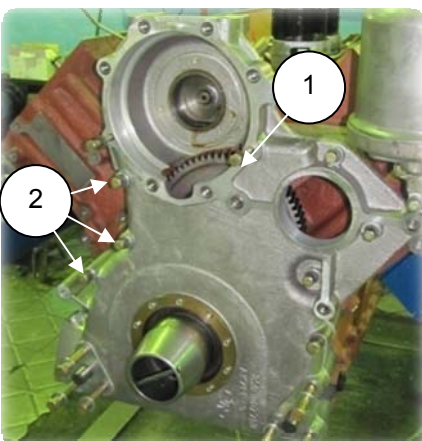

Рис. 6.25
6. Установить крышку блока переднюю (1)(845.1002260) на штифты установочные (рис. 6.25);
8. Завернуть болты (2) (рис. 6.25) окончательно: